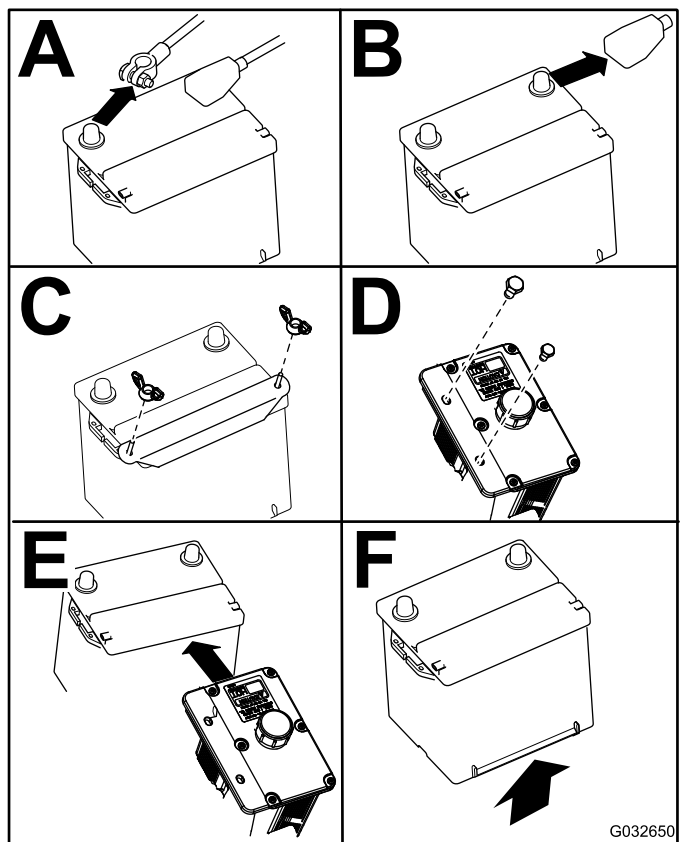

Figura 55
4. Rimuovete la batteria come illustrato nella Figura 55.